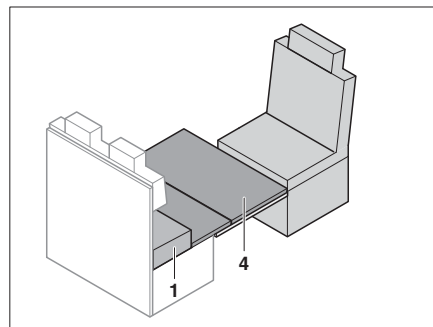

Fig. 170 Colocar el apoyo de cama de reserva
- Poner el apoyo de cama de reserva (Fig. 170,4) en la mesa. Crear así el borde delantero del apoyo de cama de reserva directamente en el asiento del conductor.